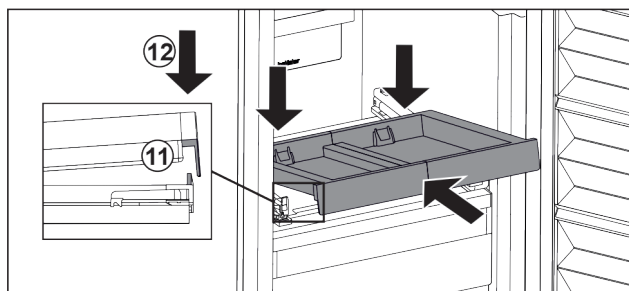

Fig. 29
- L'insérer en l'inclinant. Veiller à ce que, des deux côtés, la butée soit derrière la languette. Fig. 29 (11)
- Déposer le compartiment coulissant par l'avant. Fig. 29 (12)